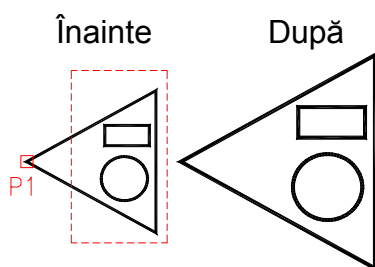

Fig. U7.5
1. Mărirea cu 50% (factor de scalare 1.5) a obiectelor din Fig. U7.5.